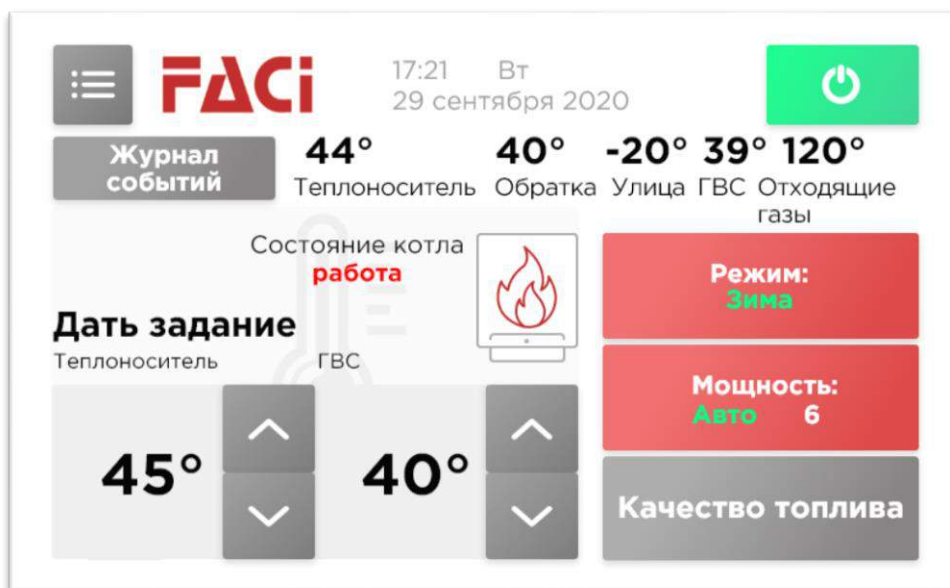

Рис. 33
- Иконка аварии  – активна при возникновении аварийной ситуации; на рис. 33 не показана;